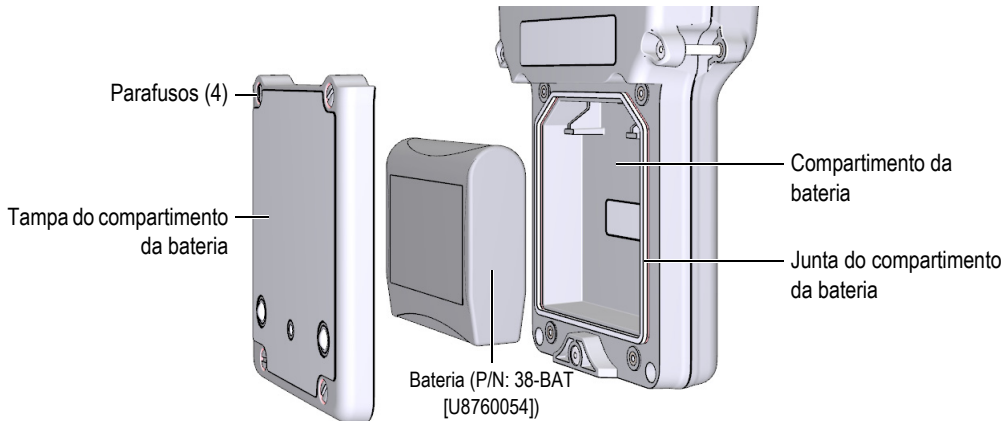

Figura 2-4 Abrir o compartimento da bateria
A bateria fica localizada dentro do compartimento da bateria na parte de trás do 38DL PLUS (veja Figura 2-4 na página 44).
6. Na parte de trás do aparelho, retire os quatro parafusos da tampa do compartimento da bateria (veja Figura 2-4 na página 44).